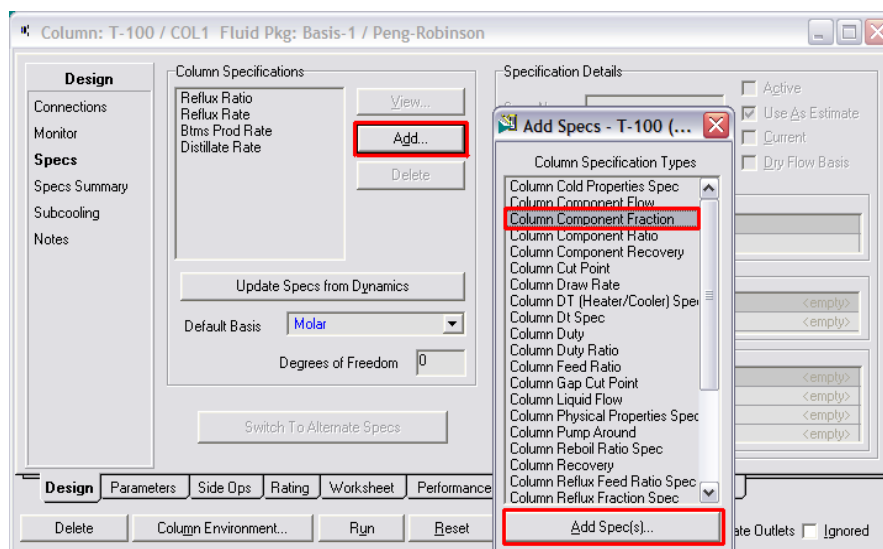

Fig.VII.10
- Cliquez sur **Add** dans la section **Column Specification** et sélectionnez "**Column component Fraction**" dans la liste. Cliquez ensuite sur **Add Spec** → Figure VII.10,